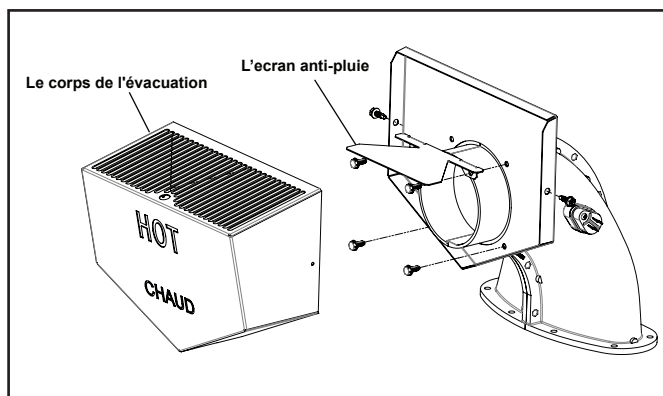

Figure 5. Retirer le corps de l'évacuation et l'écran anti-pluie
2. Retirez l'écran anti-pluie de l'évacuation (voir figure 5).